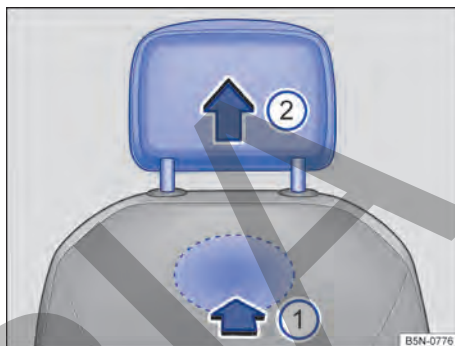

Fig. 100 Apoyacabezas delantero: desmontaje.
- Para desbloquearlo, busque el rebaje situado en la parte posterior del respaldo por la zona marcada, presione y mantenga presionado en el sentido de la flecha → fig. 100 ①.
- Extraiga el apoyacabezas en el sentido de la flecha → fig. 100 ②.